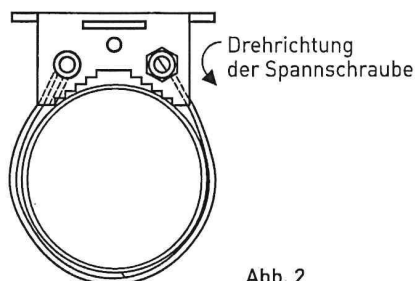

Abb. 2
3. Zugespitztes Stahlbandende in Schlitzschraube stecken und Schraubenkopf nach links drehen (Abb. 2).